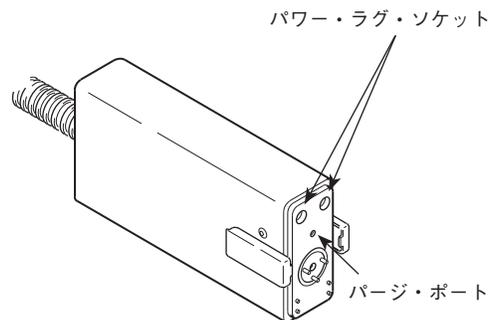

図 27: パワー・ラグ・ソケットおよびパージ・ポートのクリーニングを行う
2. 同梱のステンレス鋼製ブラシを使用して、モーター・モジュールのパワー・ラグ・ソケットのクリーニングを行います (図 27)。
3. パージ・ポートから障害物を丁寧に取り除きます (図 27)。